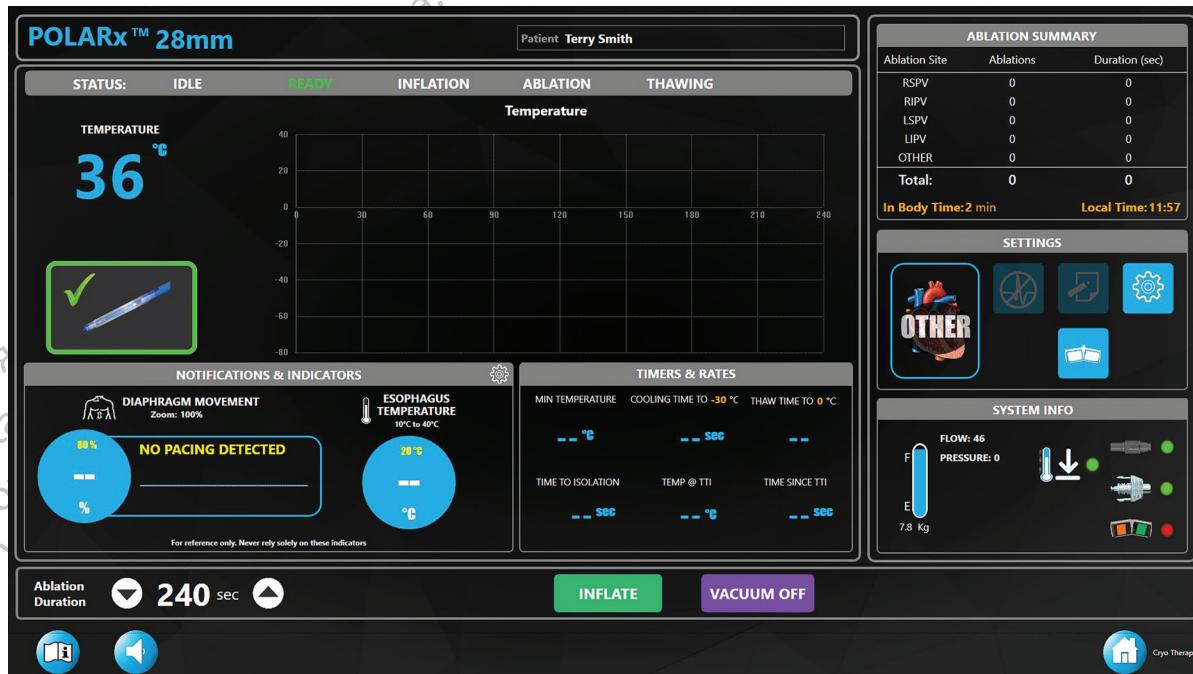

Figura 6. Ecrã de terapia – estado pronto
4. O estado do sistema deverá indicar **READY** (Pronto) e deverá surgir o botão **INFLATE** (Insuflar) no ecrã de Terapia (Figura 6). Além disso, o botão **START** (Iniciar) no painel dianteiro da Consola SMARTFREEZE e o indicador no Controlo Remoto, se utilizado, deverá estar aceso a verde.